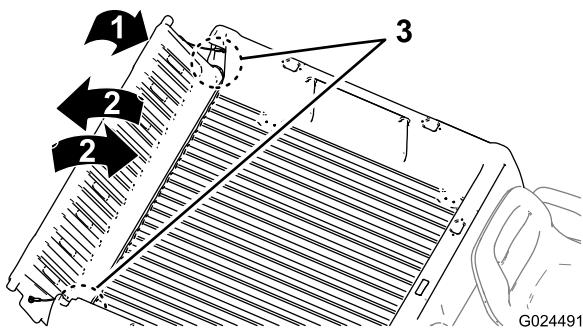

Figura 14
- Rode a porta traseira para a posição de aproximadamente 45° (Figura 14).
- Com um movimento breve e oscilante — rode a porta traseira para trás e para a frente várias vezes (Figura 14).